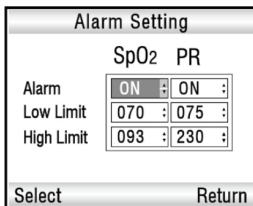

Рис.6-2
В подменю установки тревоги (Alarm Setting), нажимайте кнопки «Верх/Вниз» для перемещения курсора к пункту Alarm(SpO₂) или Alarm(PR), затем нажмите кнопку «Выбрать (Select)» для выделения этого пункта подменю. Нажимая кнопки «Верх/Вниз» установите ВКЛ(ON) или ВЫКЛ(OFF) см Рис.6-2. Затем повторно нажмите «Выбрать (Select)» для подтверждения и сохранения настроек. Если вы выключите тревогу SpO₂ и/или ЧП(PR) то значения пределов на кране будут со значком "x".